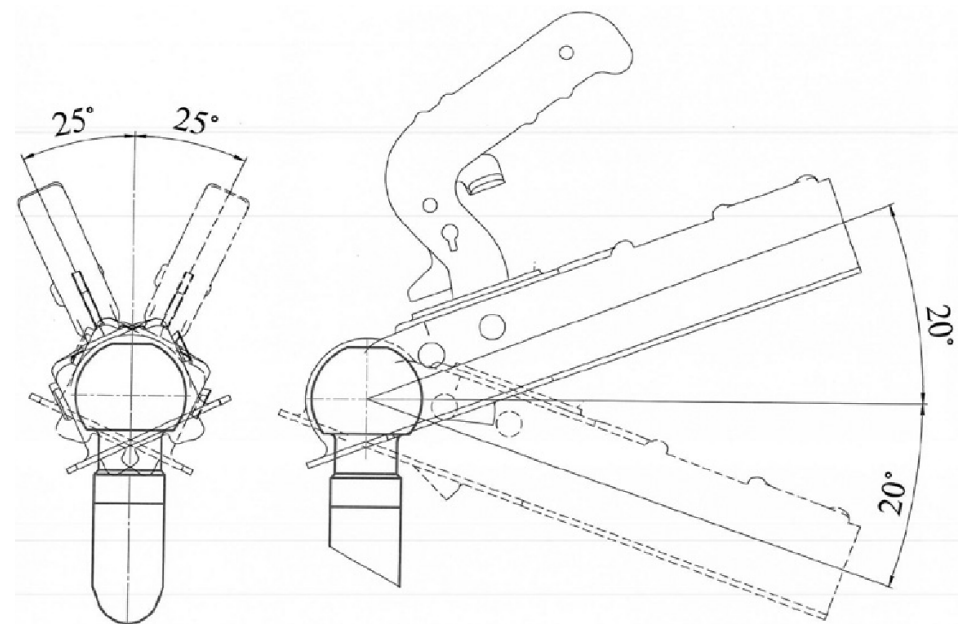

Рис.1
**2.8.** Угол отклонения сцепной головки не должен превышать по вертикали  $\pm 25^\circ$  и по горизонтали  $\pm 20^\circ$  (рис.1). **Превышение угла отклонения влечет за собой перегрузку деталей. В этом случае безопасность не гарантируется.**